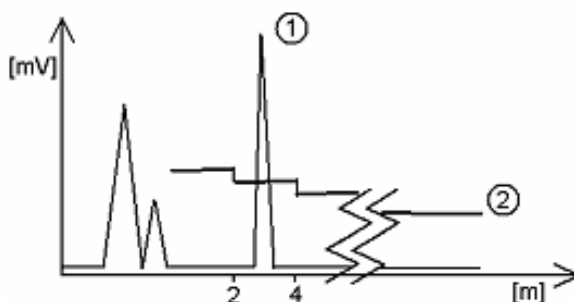

Рисунок 14 – Автоматическое регулирование коэффициента усиления
Для поддержания устойчивой работы уровнемера коэффициент подбирается автоматически. При уменьшении амплитуды сигнала коэффициент усиления автоматически увеличивается; при этом пороговое значение так же автоматически возрастает. При коэффициенте усиления Gain3, сигнал (1) находящийся на расстоянии от 2000 до 4000 мм превышает пороговое значение (2), см. рисунок 14.